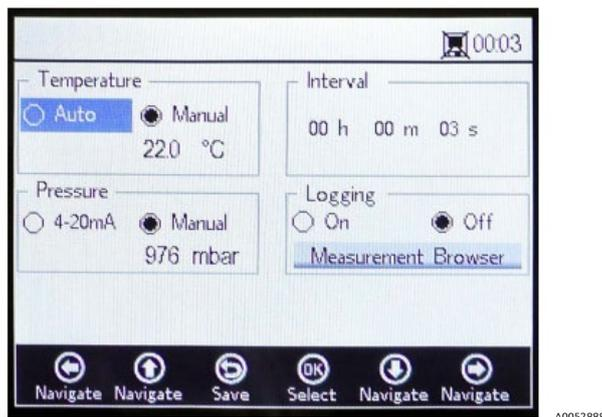

Figura 18. Schermata Measurement settings
2. Cliccare su **Yes** per arrestare la misura e visualizzare la schermata MEASUREMENT SETTINGS. Vedere Figura 18.